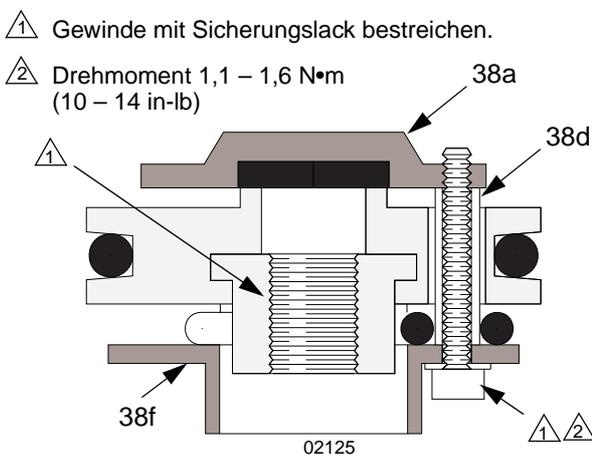

FIG. 12
- Wenn einer der Abstandsringe (38d) der Ventilplatten beschädigt ist, müssen alle drei Abstandsringe ausgetauscht werden, um den richtigen Abstand zwischen den Ventilplatten (18a, 18f) und den Sitzen zu gewährleisten. Siehe FIG. 12.